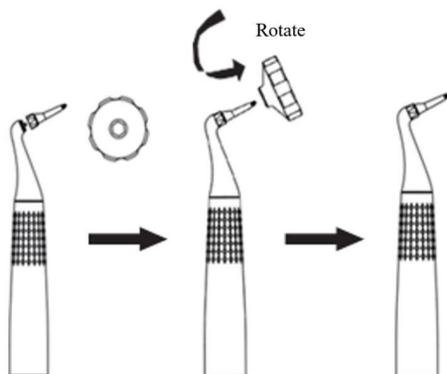

Figura 7 Bloqueo de boquilla
3.4.2 Instale la boquilla antes de usarla, saque la boquilla y monte la boquilla en el extremo de la pieza de mano subgingival. Primero, gire la tuerca de la boquilla hacia la pieza de mano del cabezal y luego bloquee la boquilla con una llave, como se muestra en la Figura 7.